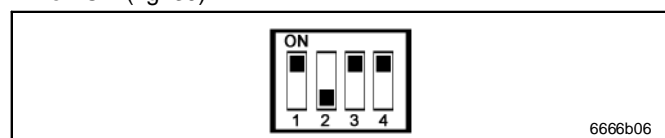

Fig. 39 Interruptor DIP: sistemas de lubricación por pulverización - ajuste
- Primero, ajuste SW1 hasta SW3 en "1-0-1" (ON-OFF-ON). Después, ajuste el interruptor DIP de la derecha (SW4) en ON (fig. 39).